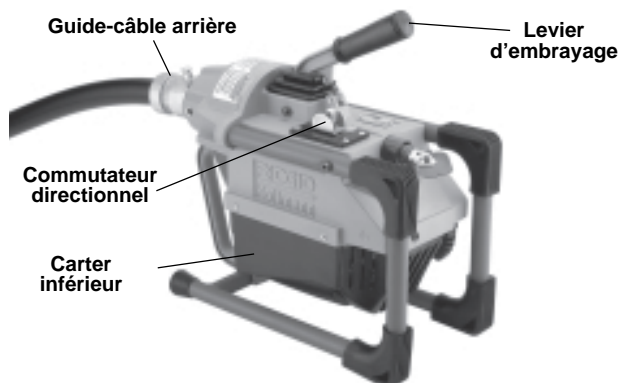

Figure 3 – Dégorgeoir K-60SP
1. Assurez-vous que le dégorgeoir est débranché et que son commutateur directionnel se trouve en position **OFF** (arrêt) (Figure 3)